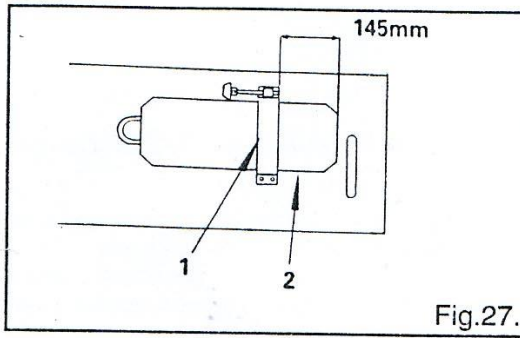

Fig.27.
2. Когда деталь (2) находится напротив пластины переключателя (3), то нажатие на пластину коленоподъемника управляет колебаниями иглы. Когда деталь (2) находится напротив пластины переключателя (4), то нажатие на пластину коленоподъемника управляет подъемом прижимной лапки.
23. Установка коленоподъемника (Рис. 27, 28, 29)
1. Замечание: для вышивания горизонтальное расстояние можно регулировать в любых пределах между минимумом и максимумом, можно установить вертикальное расстояние на «0». Можно сконструировать и установить коленоподъемник таким образом, чтобы с его помощью управлять смещением иглы (Рис. 27, 29).